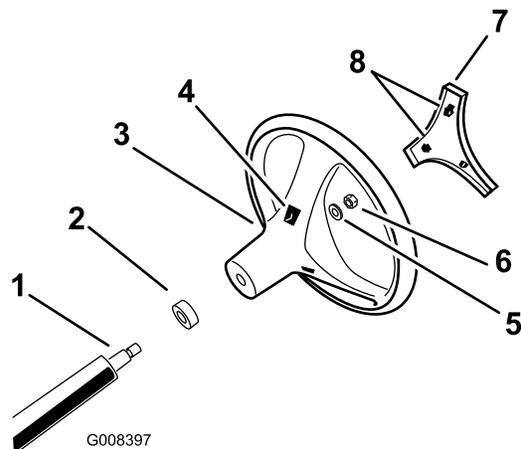

図 3
4. ハンドルをハンドルシャフトにはめ込み、ロックナットで固定する (図 3)。ロックナットを、24-29 N・m 2.5-3.0 kg・m=18- 22 ft・lb にトルク締めする。
5. ハンドルのセンターカバーをハンドルのスロットに合わせて押し込み、センターカバーをハンドルハブに固定する (図 3)。